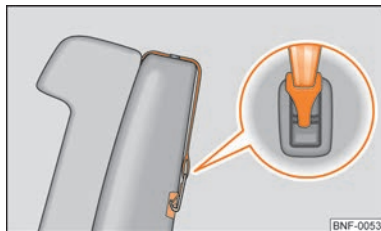

Fig. 84 Fastgjort fastgørelsesrem
- Fastgør kun børnesæder med TOP TETHER-systemet på bagsæder, der er udstyret med dertil beregnede holdere ⇒ Fig. 84.